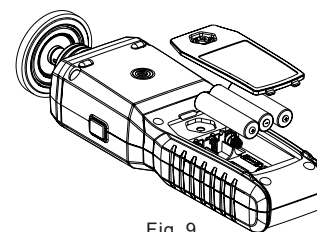

Fig. 9
- Produkten drivs av tre 1,5V AAA-batterier. Se Fig. 9 för att sätta i eller byta ut batterierna.